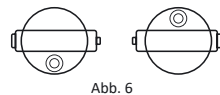

Abb. 6
- Spielen Sie die Libellenblase mit Hilfe der Fußschrauben ein. Drehen Sie das Fernrohr um 180°. Überprüfen Sie, ob die Libellenblase immer noch in der Mitte ist (Abb.6).